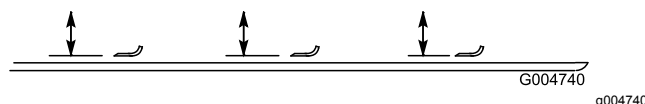

Figura 140
4. Ruotate la lama fino a quando le estremità non sono rivolte in avanti e indietro e misurate la distanza tra l'interno dell'apparato di taglio e il tagliente sulla parte anteriore della lama (Figura 140).